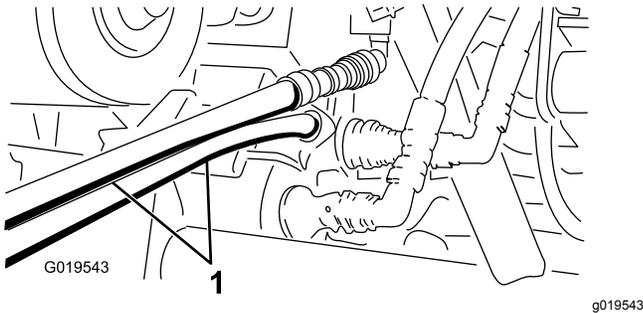

图85
5. 在另一台机器上将 2 个软管连接至仍在联轴器支架上的联轴器将顶部软管连接到顶部联轴器将底部软管连接至底部联轴器 图85。